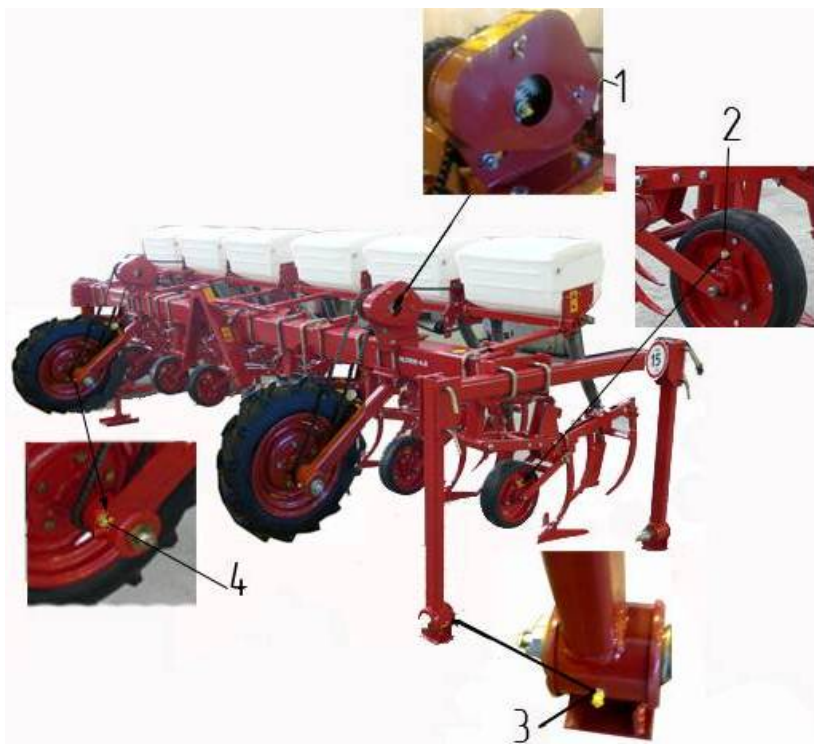

Рисунок 3. Схема розміщення точок мащення на культиваторі
- змастити через прес-маслянки складові частини відповідно до таблиці 2 і схеми мащення (рисунок 3);
- змастити через прес-маслянки складові частини відповідно до таблиці 2 і схеми мащення (рисунок 3).
- очистити маслянки від пилу, провести мащення вузлів згідно таблиці 2 і схеми мащення (рисунок 3). Мащення продовжувати до моменту випирання солідолу між поверхнями тертя;